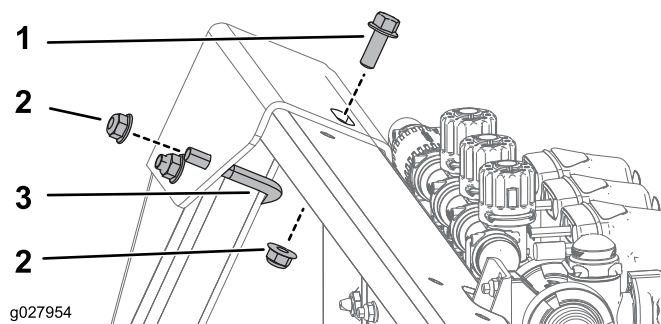

Figura 3
2. Sujete la parte trasera del soporte superior con un perno en U, 1 perno (3/8-16 x 1 pulgada, GR5) y 3 tuercas con arandela prensada (3/8-16 pulgada), según se muestra en Figura 3.